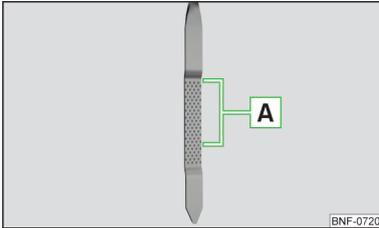

Abb. 109
Der Ölstand muss im Bereich **A** liegen » Abb. 109. Liegt der Ölstand unterhalb des Bereichs **A**, das Öl nachfüllen.
- Der Ölstand darf keinesfalls außerhalb des Bereichs **A** liegen » Abb. 109 - es besteht die Gefahr der Beschädigung des Motors sowie der Abgasanlage.